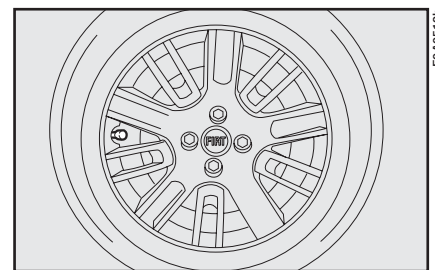

рис. 12
20) Если данная модификация оснащается большими колесными колпаками, то их следует устанавливать так, чтобы символ  находился напротив золотника (рис. 12). Затяните четыре болта, как указано в пункте 19).